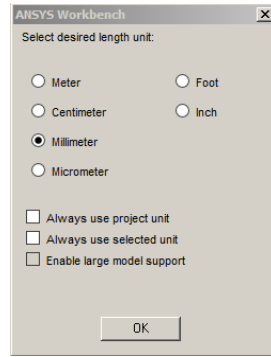

Рис. 5 - Выбор единиц измерения будущей модели
**Шаг 2.** Открывшееся окно системы трёхмерного моделирования *Design Modeler* при первом запуске предлагает выбрать единицу измерения будущей модели (рис. 5). Нужно выбрать миллиметры (*Millimeter*) и нажать *OK*.